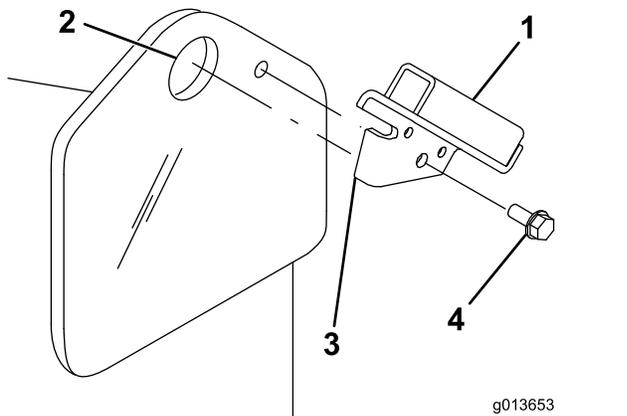

図 3
- シールドブラケットのタブをトラクションユニットの吊り上げ穴に差し込む。ブラケットの穴をトラクションユニットのフレームにある小さい穴に合わせる **図 3**。
注 ブラケットは右用と左用があります。各側に正しいブラケットを使用してください。吊り上げ穴にタブが入り、ブラケットがフレームの外側に出るのが正しい取り付け状態です **図 3**。
- タッピングねじでブラケットをフレームに固定する **図 3**。